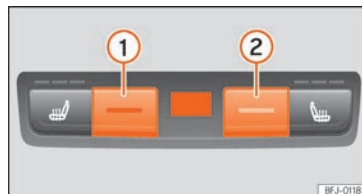

Abb. 148 In der Mittelkonsole hinten: Bedienelemente für die Rücksitze.
- Drücken Sie die Tasten ① und ② »» **Abb. 148**, um die Temperatur einzustellen.